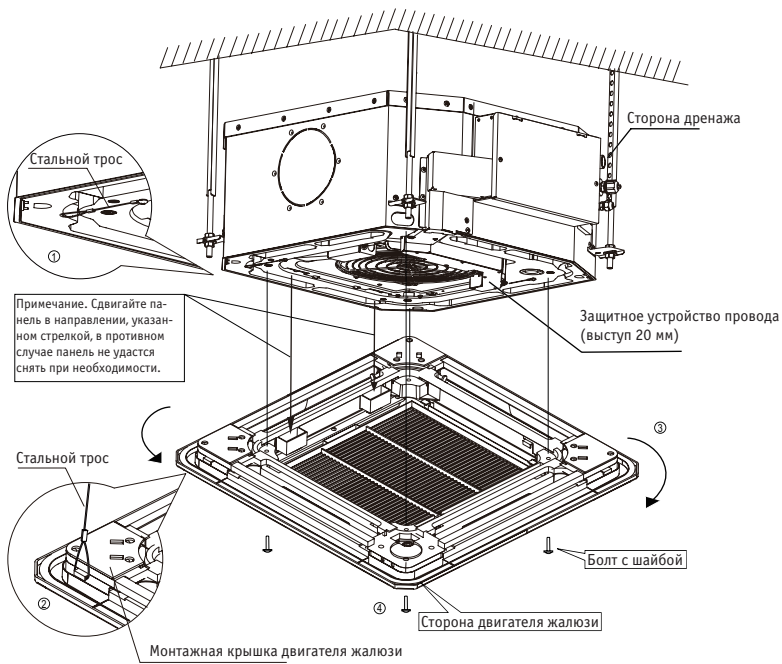

Рис. 5.14
- 1) Совместите панель с корпусом блока в направлении, указанном стрелкой (см. рисунок 5.14).
- 2) При монтаже прикрепите два крепежных стальных троса на корпусе блока к крюкам на монтажной крышке двигателя жалюзи на панели (см. рисунок 5.14, ① и ②).
- 4) Установите и закрепите панель на корпусе блока болтами (M5×20) и шайбами (см. рисунок 5.14, ④). Обратите внимание, что монтажная крышка двигателя жалюзи должна погрузиться в соответствующий дренажный поддон.